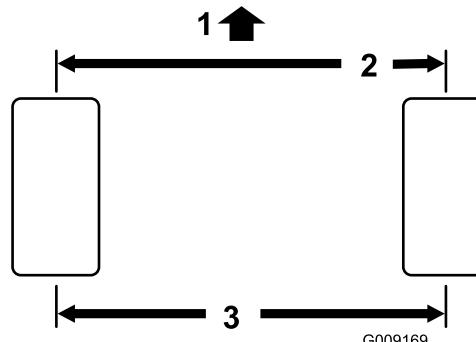

Bild 82
2. Messen Sie den Abstand vorne und hinten an den Lenkreifen Mitte-zu-Mitte (auf Achshöhe) (Bild 82).